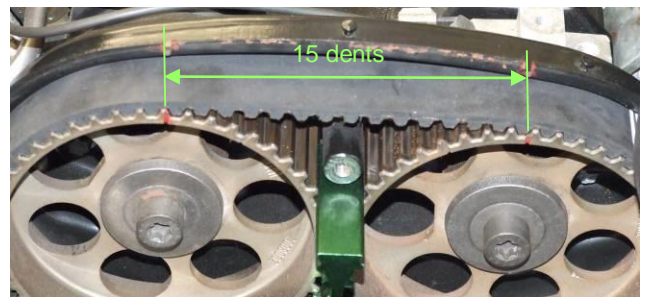

Figure 14
- Passer ensuite sur le galet inférieur, puis sur les poulies d'arbres à cames de droite. Faire jouer au besoin ces poulies avec une clé prise sur leur vis centrale. Contrôler qu'il y a bien 15 dents de courroie entre les deux repères, Figure 14.